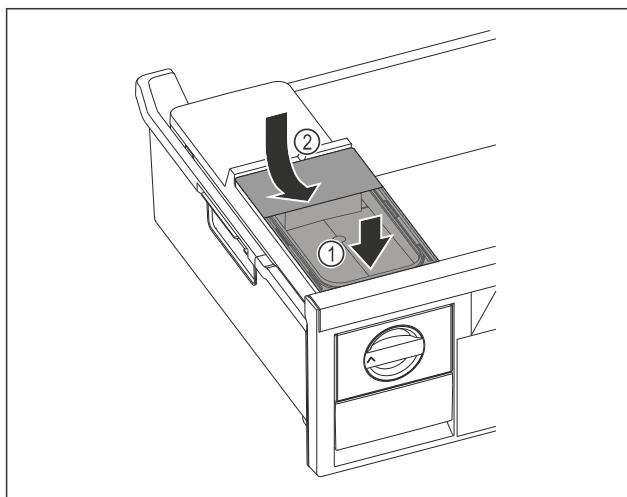

Fig. 82
- ▶ Установите бак для воды спереди. Fig. 82 (1)
- ▶ Опустите бак для воды сзади. Fig. 82 (2)